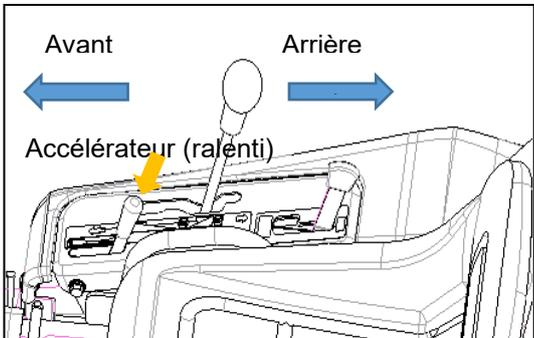

Figure 15
- **Inclinez le levier de changement de moitié vers L'AVANT et L'ARRIERE pendant 10 secondes, puis replacez-le au point mort (Figure 15)**
Lorsque vous inclinez le levier de changement, vous devez maintenir les gaz au ralenti. (Figure 15)